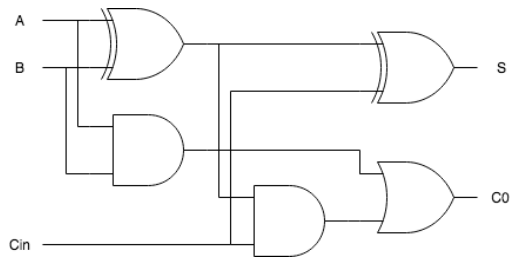

図6 フル・アダーの回路図
- フル・アダーの回路設計フル・アダーの真理値表を表 8 に, 論理式を (10),(11) に, 回路図を図 6 に示した。